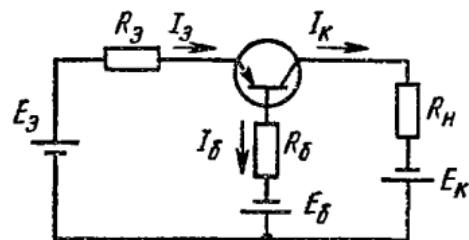

Рис. 2.21
**2.22.** В схеме на рис. 2.21  $E_3 = 2 \text{ В}$ ,  $R_3 = 2 \text{ кОм}$ ,  $R_6 = 15 \text{ кОм}$ ,  $E_b = 3 \text{ В}$ ,  $R_H = 4 \text{ кОм}$ ,  $E_K = 16 \text{ В}$ . Транзистор имеет параметры:  $\alpha = 0,98$ ;  $I_{\text{КБ}0} = 10 \text{ мкА}$ . Определить ток коллектора.